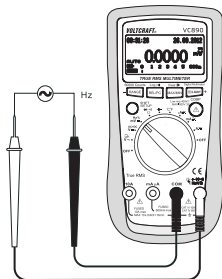

Fig. 4
1. Allumez le DMM et sélectionnez la plage de mesure «  $mV Hz \%$  ». Appuyez sur la touche SHIFT/SETUP (3) jusqu'à ce que l'écran affiche « Hz ».
2. Insérez le cordon de mesure rouge dans la douille de mesure  $^{\circ}CHzV\Omega$  (7), le cordon de mesure noir dans la douille de mesure COM (8) (Fig. 4).